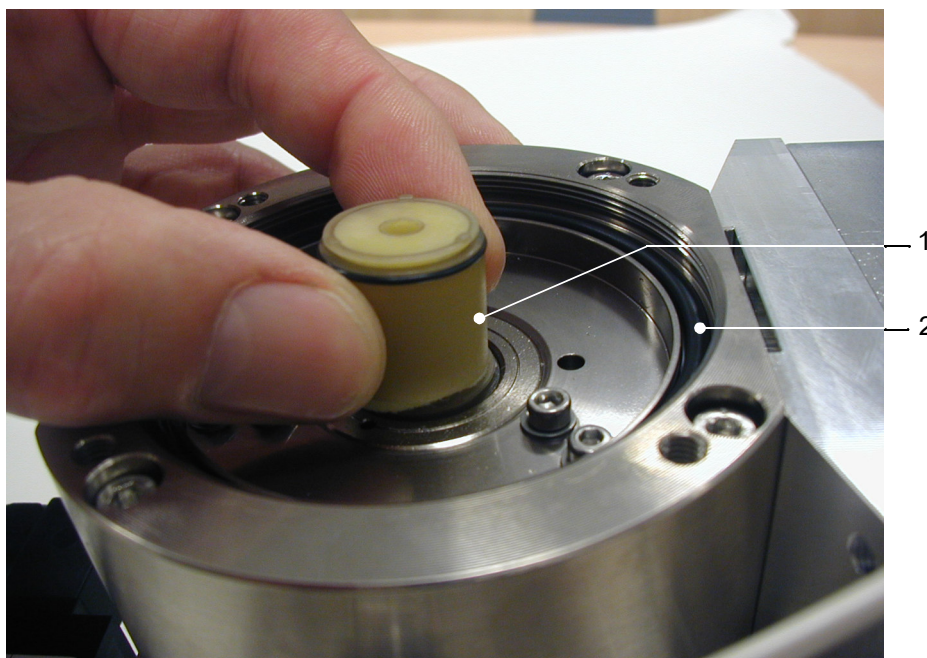

図 7-4 オイルリザーバの交換
詳細は図 7-4 を参照してください。
- 8 Oリング（図 7-4/2）を新しいものに交換します。新しいOリングが適切な位置に挿入されていることを確認してください。不適切なOリングの挿入は、グロスリークおよび機器の故障を起こす可能性があります。